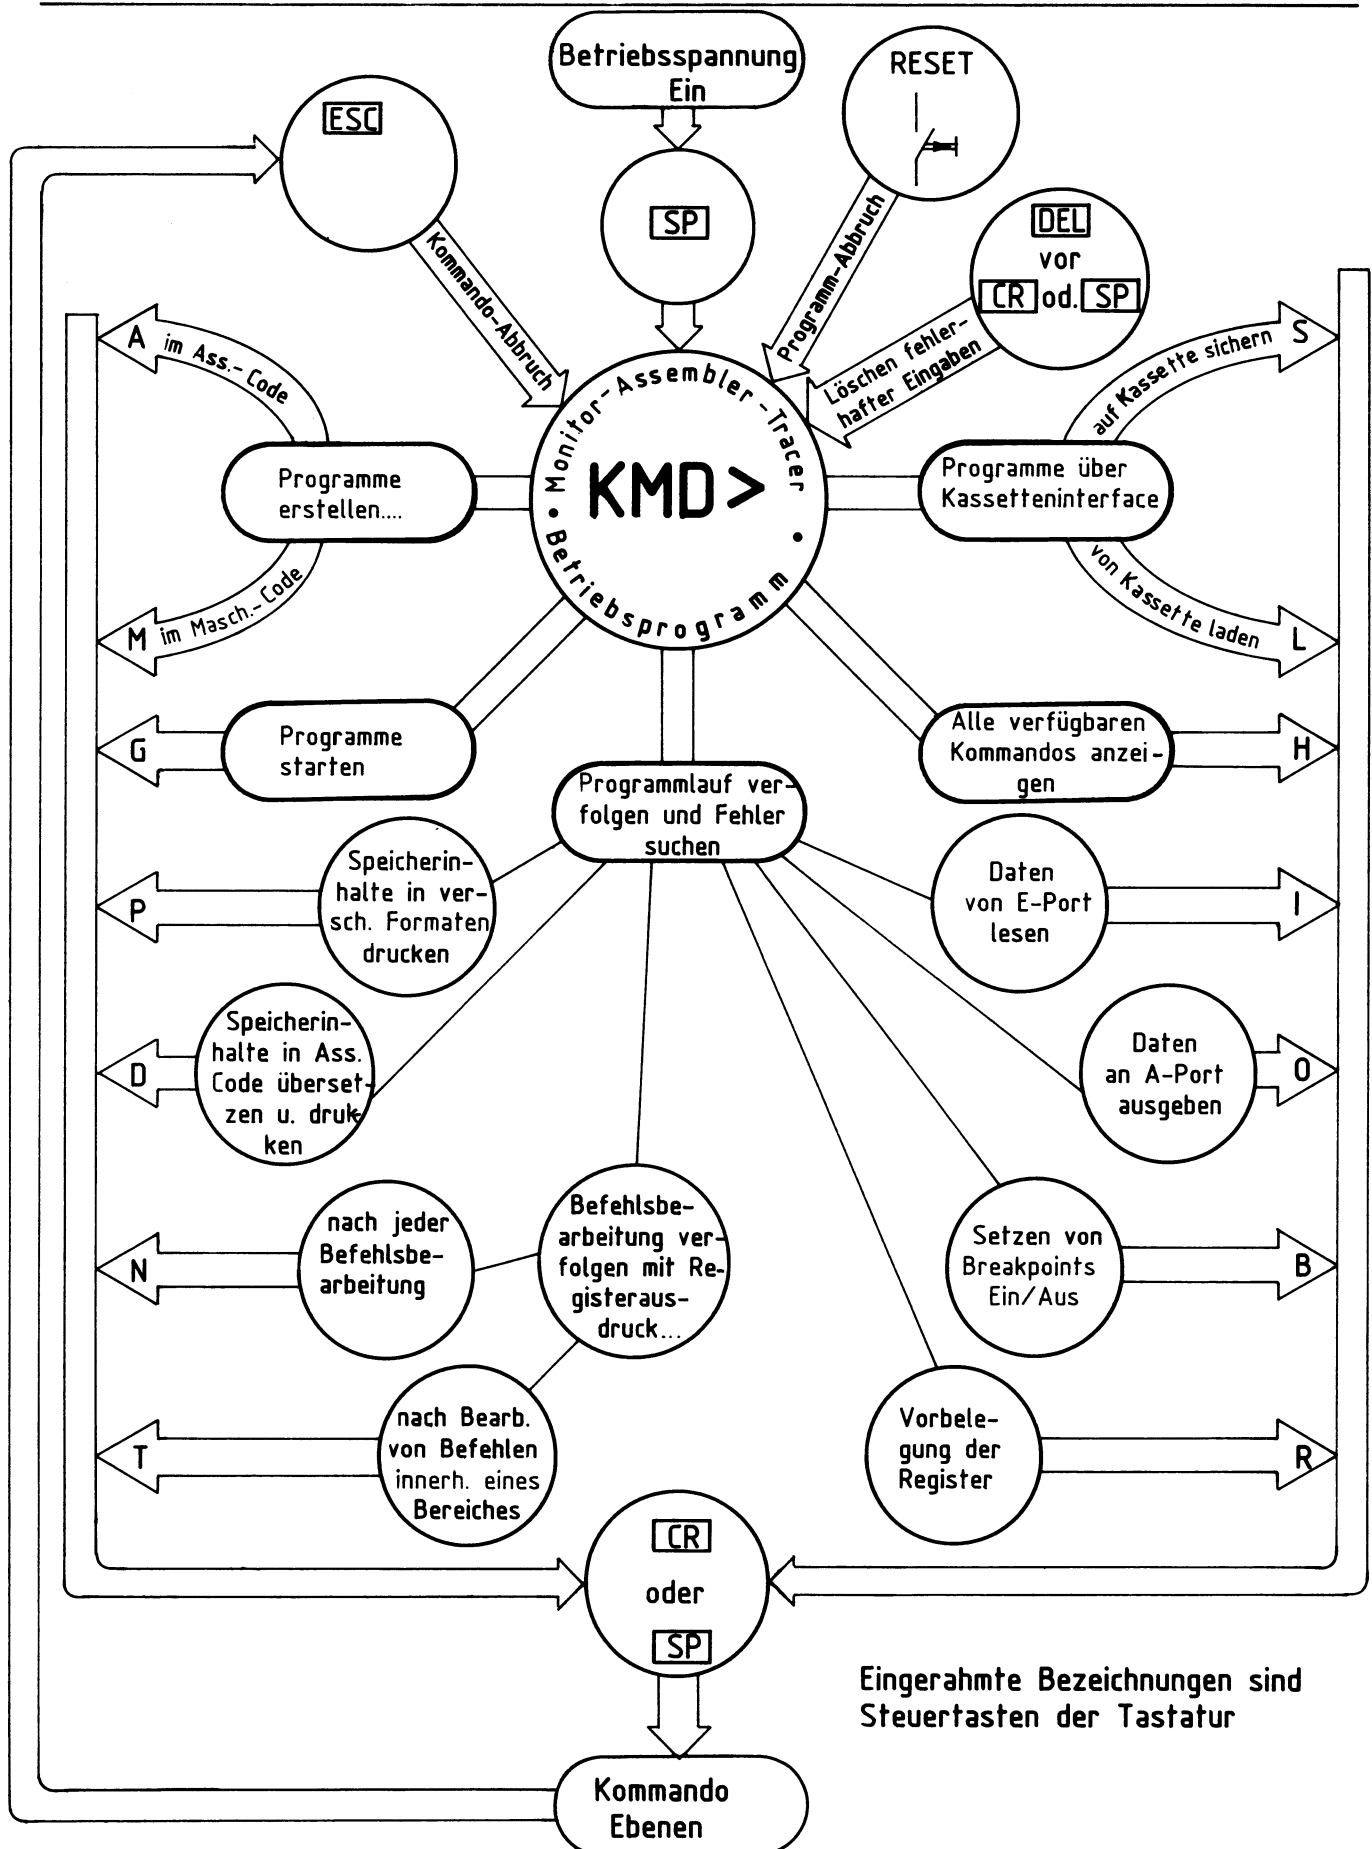

Bild 5: Zuordnung der Kommandos zu Einsatzgebieten
Die in Bild 5 dargestellte Grafik zeigt die beschriebenen Kommandos nach Einsatzgebieten geordnet.
- Die Rückkehr aus den Kommandoebenen in das Betriebsprogramm erfolgt durch Betätigen der -Taste (Escape = flüchten). Siehe hierzu auch Bild 5.